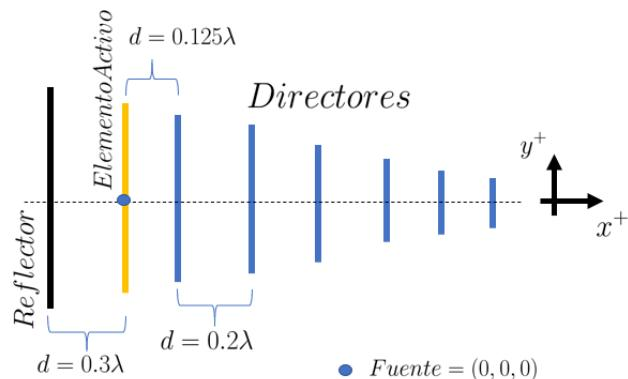

Figura 11: Antena Yagui a simular con vista del plano XY.
5. El diseño de la Antena Yagui estará inspirado en una frecuencia de operación de 2,4 GHz la cual tendrá una impedancia de operación cercana a los  $50 \Omega$ . En la figura 11 se muestra el diagrama de la antena Yagui a simular. NOTA: Esta figura contiene las distancias de elementos, es importante tomar en cuenta que la distancia entre directores será siempre la misma para este caso es de  $0.2\lambda$ . Para este caso la longitud de onda se utilizará como velocidad de propagación  $c$ .